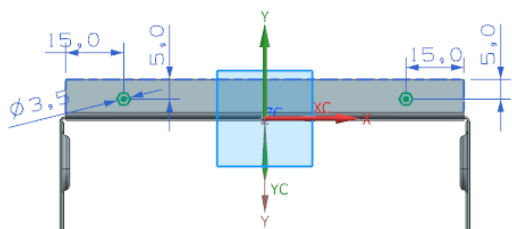

图 7-148 绘制草图
(3) 绘制如图 7-148 所示的裁剪轮廓。单击“完成”图标，草图绘制完毕。